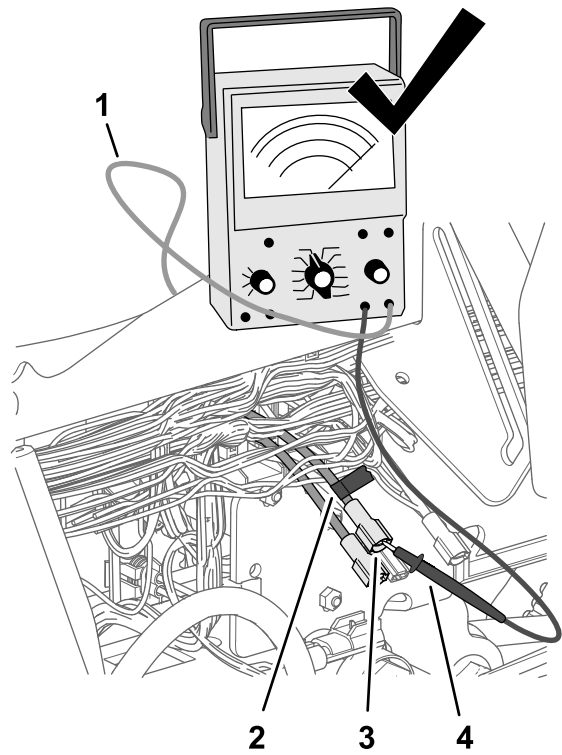

Figura 188
4. Utilize um pedaço de fita para marcar o conector e fio que identificou no passo 3 (Figura 188).